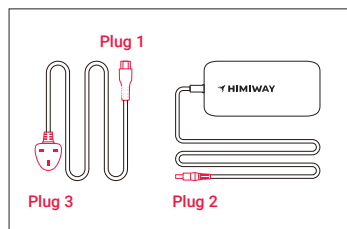

Figure 1
Étape 2: Assemblez le chargeur comme indiqué dans la figure 1 en insérant la fiche (fiche 1) dans le transformateur.